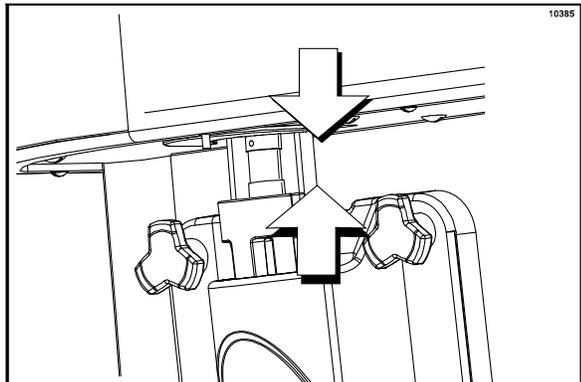

図125
15. スピナーカップリングのロックンカラーを押し上げ、スピナーシャフトの先端をカップリングの空洞部(キャビティー)に差し込み、ロックンカラーがロックされるまで押し上げます(図125を参照)。